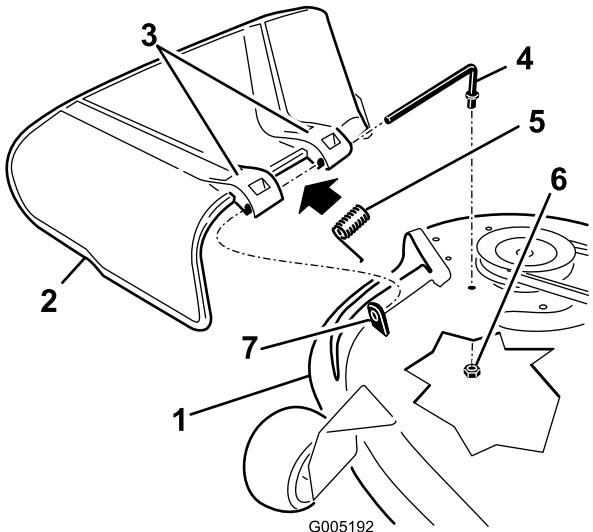

Figure 61
1. Repérez les éléments illustrés à la Figure 61.
2. Retirez l'écrou (3/8 po) de la tige, sous le tablier de coupe (Figure 61).
3. Sortez la tige de la courte cheville de positionnement, du ressort et du déflecteur d'herbe (Figure 61). Enlevez le déflecteur s'il est endommagé ou usé.
4. Remettez en place le déflecteur d'herbe (Figure 61).
6. Placez le ressort sur la tige, les fils d'extrémité dirigés vers le bas, entre les supports du déflecteur d'herbe. Insérez la tige dans le deuxième support du déflecteur d'herbe (Figure 61).
7. Insérez la tige à l'avant du déflecteur dans la courte cheville de positionnement sur le tablier. Fixez l'extrémité arrière de la tige dans le tablier de coupe à l'aide d'un écrou (3/8 po) (Figure 61).